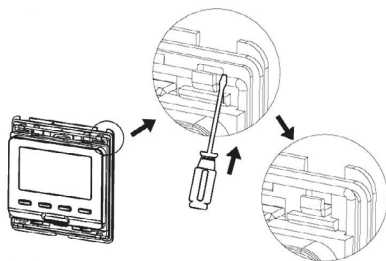

Рис. 3.
1. Снимите переднюю рамку, нажав на паз снизу, отсоедините крепежную рамку (см. **Рис. 3**).